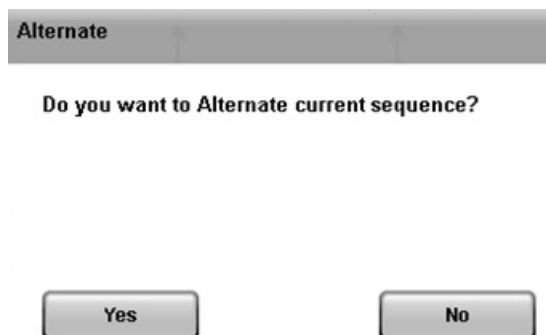

Figura 5.2.18: Selección de secuencia alternativa
- 16) **La alternancia se usa para alternar la secuencia de la bomba en el modo de operación automático.** Cuando se selecciona el método de alternancia en la base de horas de operación de la bomba, este botón se deshabilita. Este botón se muestra en la **Figura 5.2.18**.